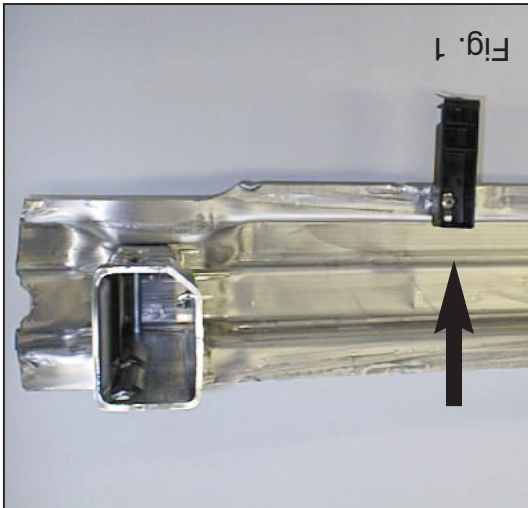

Fig. 1
2. Verwijder van de binnenbumper de tijdsensor. Verwijder de binnenbumper inclusief steunen. Deze komen te vervallen. Boor links en rechts de popnagels uit de kunststof-bumpersteunen van de binnenbumper. (zie fig. 1.) Plaats deze d.m.v. het aangegeven bevestigingsmateriaal aan de onderzijde van de buis van de trekhaak. Verwijder de kit/waslaag ter plaatse van de bevestigingspunten. Voor de 2005-> modellen geldt: Verwijder de kunststof pluggen uit het chassis.
2. Remove the time sensor from the inner bumper. Remove the inner bumper and its supports. They will no longer be needed. Drill out the rivets on the right and left of the plastic bumper supports on the inner bumper (see fig. 1). Position them on the underside of the tow bar tubing using the indicated fastening materials. Remove the glue/wax layer at the attachment points. For 2005-> versions: Remove the plastic plugs from the underside of the chassis.
2. Den Zeitsensor von der Innenstoßstange entfernen. Anschließend die Innenstoßstange einschließlich der Halterungen entfernen. Die Halterungen werden nicht mehr benötigt. Links und rechts die Nieten aus den Kunststoffstoßstangenhalterungen der Stoßstangeninnenverkleidung herausbohren (siehe Abb.1). Diese mit Hilfe des angegebenen Befestigungsmaterial an der Unterseite des Rohrs der Anhängervorrichtung anlegen. Die Kitt/Wachsschicht bei den Befestigungspunkten entfernen. **Für 2005->modellen gilt:** Die Kunststoffstüpsel von der Unterseite des Langsträger entfernen.
innanmätet inklusive stagen. Dessa förfaller. Borra till höger och vänster ut hålnitarna ur plaststagen för stötfångarens innanmäte. (se fig. 1.) Placera dessa med det angivna monteringsmaterialet mot undersidan av dragkrokens rör. Avlägsna kitt-/vaxlagret från monteringspunkterna. **För modeller 2005->**: Ta bort plastpluggarna från undersidan av chassit.
2. Retirar el sensor de tiempo del parachoques interior. Retirar el parachoques interior inclusive soportes. Estos quedan anulados. Taladrar a la izquierda y derecha los clavos tubulares de los soportes sintéticos de parachoques del parachoques interior. (Véase la fig. 1). Colocarlos en el lado inferior del tubo del gancho de remolque, usando el material de fijación indicado. Retirar el pegamento/la capa de cera a la altura de los puntos de fijación. **Respecto a los modelos 2005-> hágase lo siguiente:** Retire los cierres de plástico de la parte inferior del chasis.
2. Fjern tidssensoren på den inderste del af kofangeren. Fjern inderdelen inklusiv støtter. Disse anvendes ikke mere. Bor i venstre og højre side nittenaglerne på kofangerstøtterne af kunststof fra indersiden af kofangeren (jævnfør fig. 1). Anbring denne på undersiden af røret på anhængertrækket med det anviste montagemateriale Fjern kittet/vokslaget ved montagestederne.
2. Rimuovere il sensore dall'anima del paraurti. Rimuovere l'anima del paraurti con i sostegni. L'anima non dovrà essere rimontata. Forare a destra e sinistra i rivetti dei sostegni di plastica dell'anima del paraurti. (vedi fig. 1.) Posizionare i sostegni sotto il traverso del gancio traino, fis-